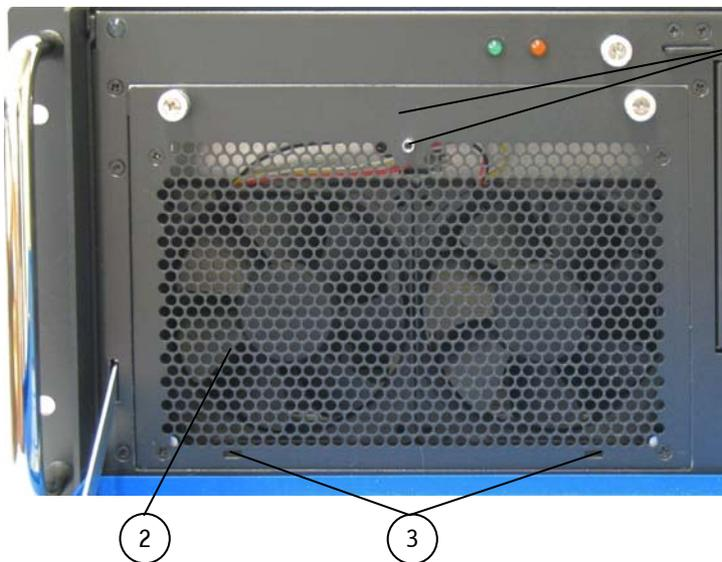

Abb. 38: Detail ohne Filtermattenhalter an der Frontseite
3. Ziehen Sie den Filtermattenhalter aus den Positionier-Löcher (Abb. 38, Pos. 3) in die Pfeilrichtung (siehe Abb. 37) und heben Sie ihn ab.
7. Stecken Sie den Filtermattenhalter zurück auf die Frontseite des Lüftereinschubs, indem Sie die Positionier-Laschen (Abb. 39, Pos. 6) in die Positionier-Löcher (Abb. 38, Pos. 3) einführen.
8. Schrauben Sie den Filtermattenhalter mittels der Rändelschraube (Abb. 39, Pos. 5) und des Bolzens mit Gewindebohrung (Abb. 38, Pos. 1) an den Lüftereinschub fest.
Legende für Abb. 38 und Abb. 39: